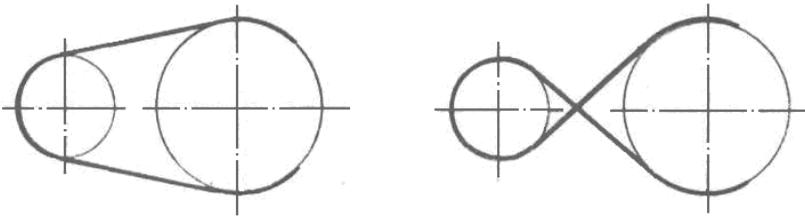

Рис. 45.
4) двух окружностей прямой линией (рис.45) (касательные к двум окружностям): внешняя касательная. внутренняя касательная.